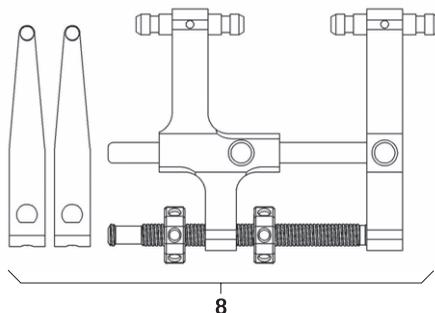

Fig. 13
- ▶ Montar el distractor **8** y las hojas distractoras, ver Fig. 13.